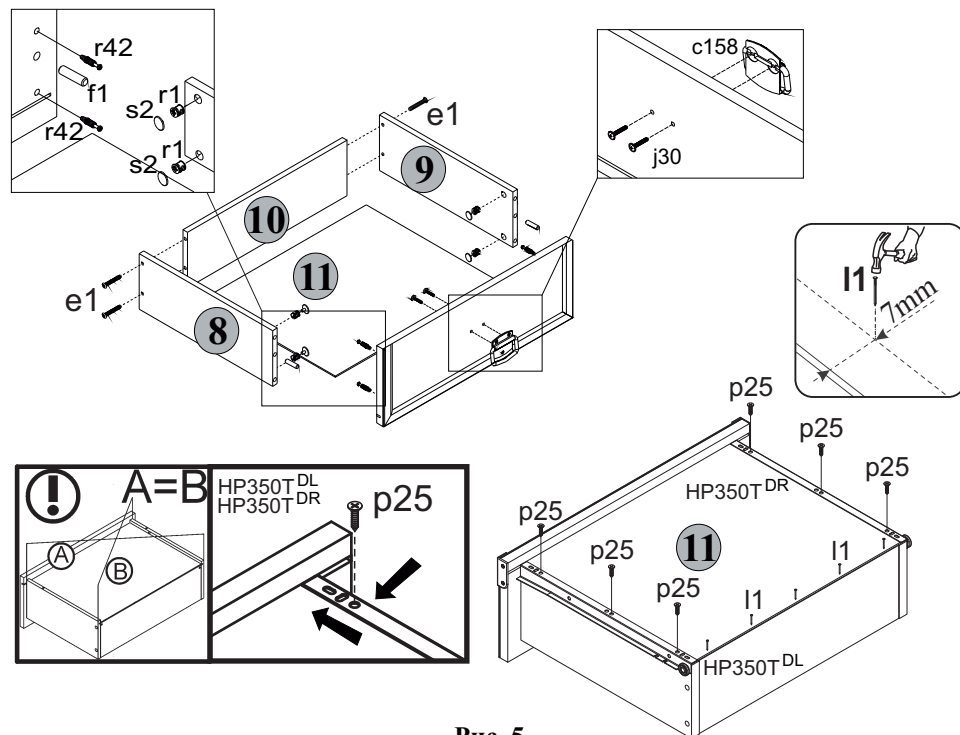

Рис. 5
5.15 В отверстия диаметром **8 мм** на передних кромках стенок боковых **8** и **9** корпусов выдвижных ящиков вбить деревянные шканты **f1** (**см.рис.5**).
5.16 В отверстия диаметром **15 мм** на внутренних поверхностях стенок боковых **8** и **9** корпусов выдвижных ящиков вставить стяжки эксцентриковые **r1** (**см.рис.5**).
5.17 В отверстия диаметром **5 мм** на внутренних поверхностях панелей передних **16**, **17** и **7** ящиков выдвижных с помощью крестообразной отвертки вкрутить винты стяжки **r42** (**см.рис.5**).
5.19 Соединить панели передние **16**, **17** и **7** с корпусом ящика выдвижного и затянуть стяжки эксцентриковые **r1**, пользуясь специальным ключом **z1**. Закрыть стяжки эксцентриковые заглушками **s2** (**см.рис.5**).